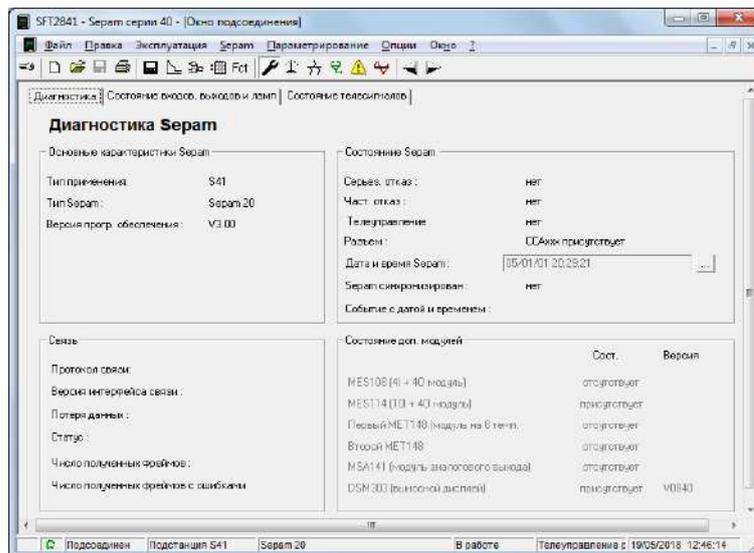
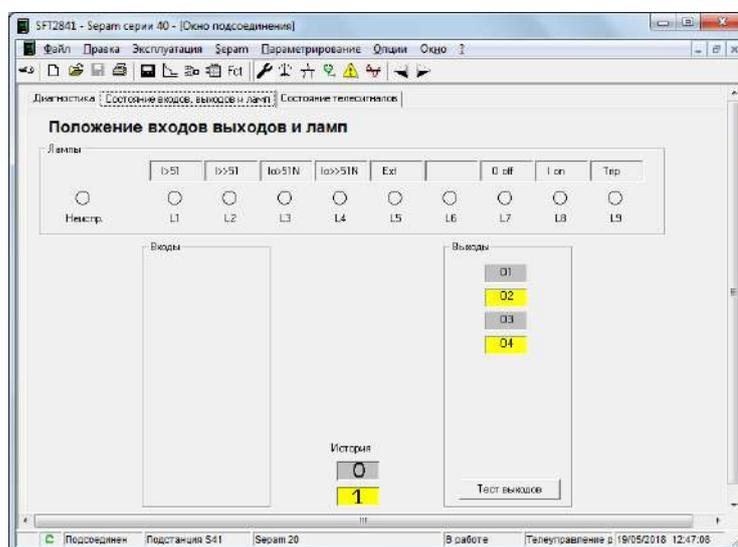
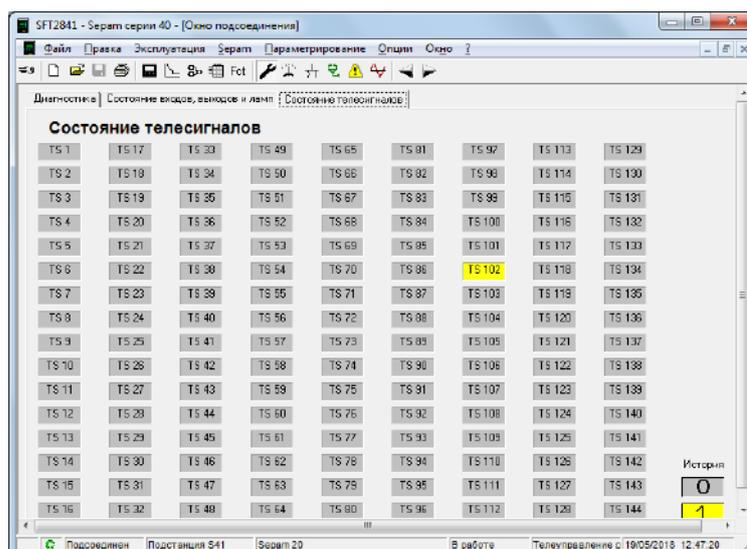

Рисунок 1.9 – «Диагностика Serap»
Рисунок 1.10 – Окно «Положение входов/выходов и ламп»
Рисунок 1.11 – Окно «Состояние телесигналов»
16. Панель диагностики Seram (рис. 1.9) контролирует состояние устройства, показывает версию программного обеспечения, наличие связи с дополнительно подключаемыми модулями, работоспособность протоколов связи, проверяет состояние внутренних механизмов, сигнализируя о неисправности. В этом окне контролируется состояние входов и выходов и индикационных ламп (рис. 1.10), состояние сигналов телесигнализации (рис. 1.11).